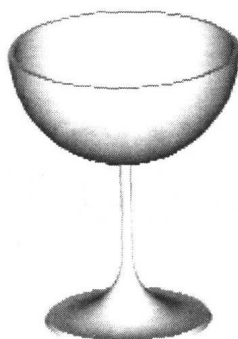

图 1-1 最终效果图
本例制作酒杯,效果如图 1-1 所示。
11. 渲染。单击“渲染”工具栏上的  按钮, 在对话框中设置“渲染类型”为“照片级真实感渲染”, 并勾选“阴影”选项, 然后单击“渲染”按钮, 最终效果如图1-1所示。